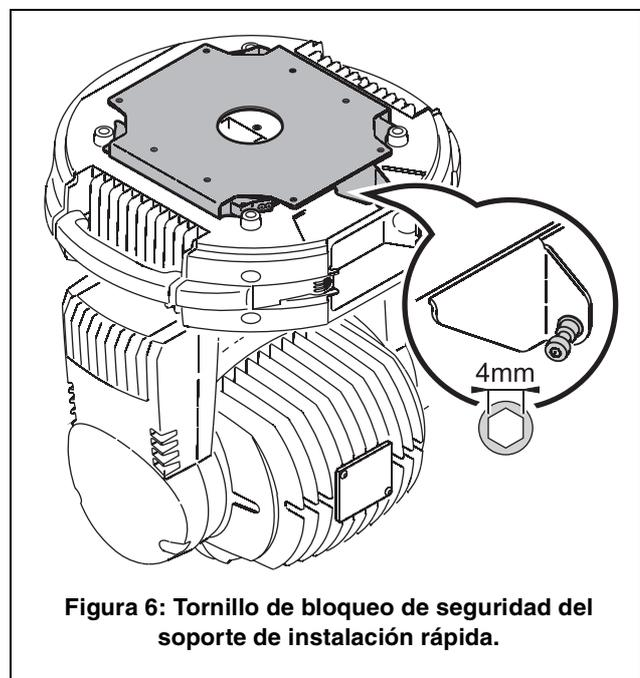

Figura 6: Tornillo de bloqueo de seguridad del soporte de instalación rápida.
6. Ver Figura 6. Apretar el tornillo de bloqueo de seguridad **A** de la aleta del soporte para asegurar la unidad.